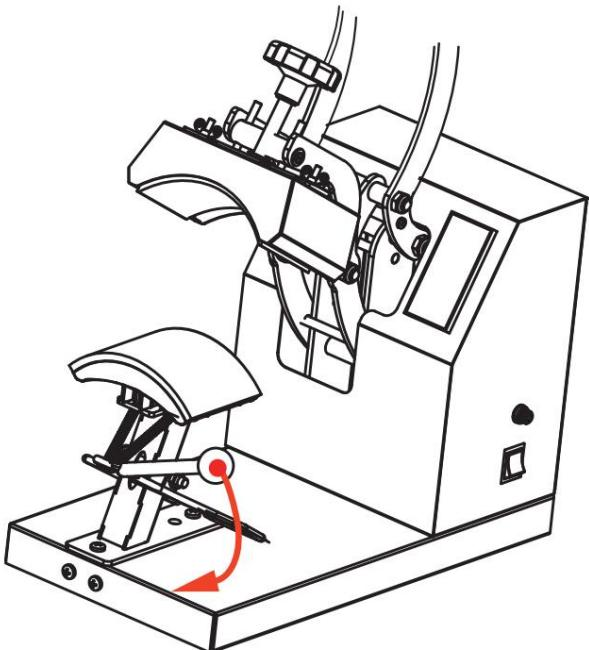
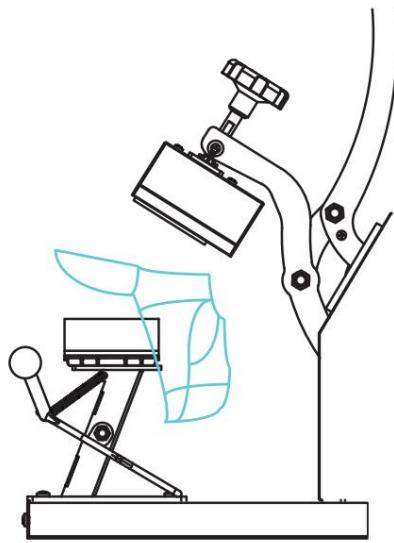

Figure 5
Figure 7
4. Comme indiqué dans les figures 5 et 6, tirez la « poignée du tendeur de capuchon » en suivant le sens de la flèche pour soulever le tendeur de capuchon. Placez le capuchon à traiter sur le moule, relâchez la « poignée du tendeur de capuchon », le capuchon sera aplati, comme indiqué dans la figure 7.